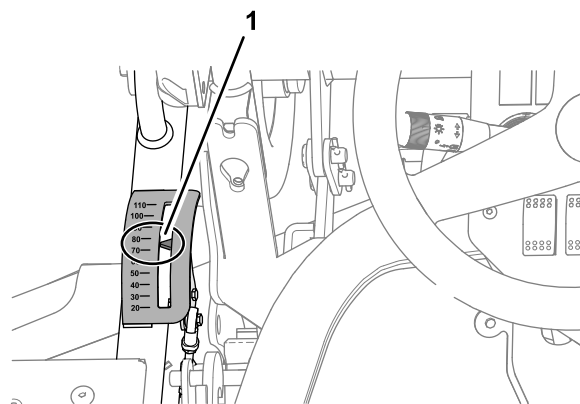

Bild 130
2. Setzen Sie sich auf den Sitz und schauen Sie auf den Zeiger der Schnitthöhenanzeige (**Bild 130**).